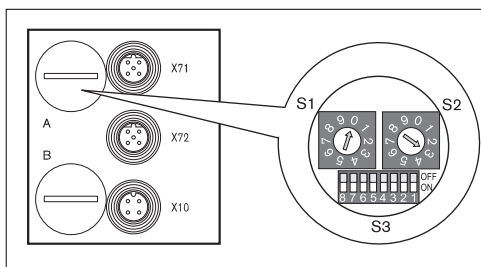

Fig. 8 : Commutateur d'adresse S1 / S2 et commutateur de mode S3 sur le module bus
- ▶ A l'aide de S1 et S2 (voir Fig. 8 à la page 170), attribuer librement l'adresse de station de 2 à 99 :
Le commutateur de mode S3 pour le paramétrage des notifications de diagnostic se trouve sous le vissage PG A (voir Fig. 8 à la page 170).